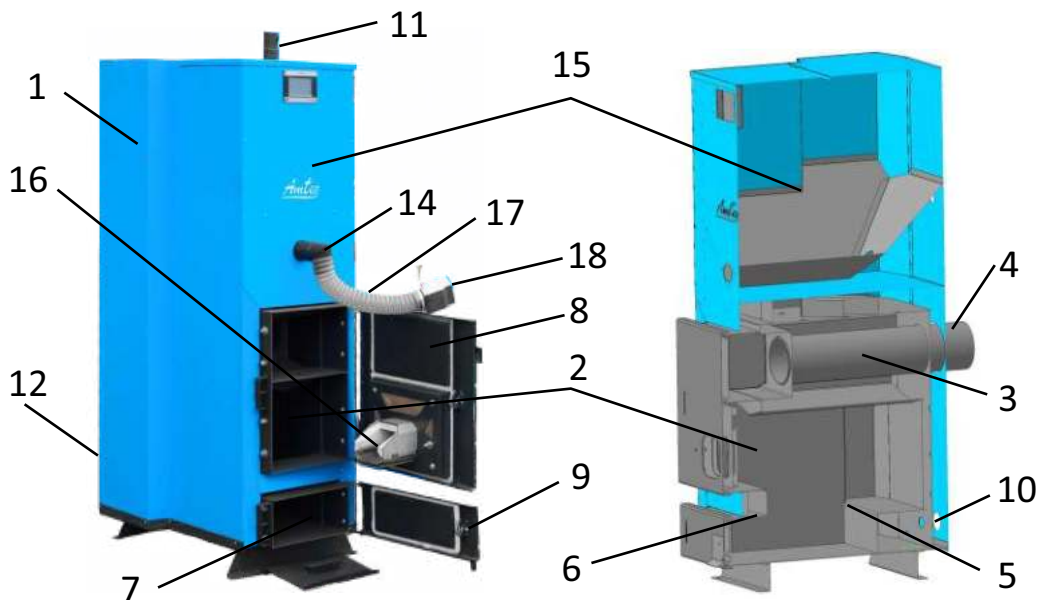

рис. 1 - Устройство котла Амтео АС
4.1 Котёл (рис. 1) состоит из: корпуса (1), топки (2), газохода (3), дымохода (4). В нижней части топки устанавливаются колосники (опция, уточняйте в отделе сбыта) (5) на опоры (6) (опция), зольник (7). К передней стенке корпуса котла на осях присоединяются загрузочная дверца (она же служит для обслуживания газохода) (8), дверца для обслуживания (9), патрубков обратного трубопровода (10), патрубков подающего трубопровода (11), патрубок для слива воды с котла (12), патрубок установки термодатчика (13), шнек подачи пеллет из бункера (14), бункер для пеллет (15) пеллетная горелка VENMA в сборе (16), гофра подачи пеллет (17), клапан пожаробезопасный/обратной тяги (18).